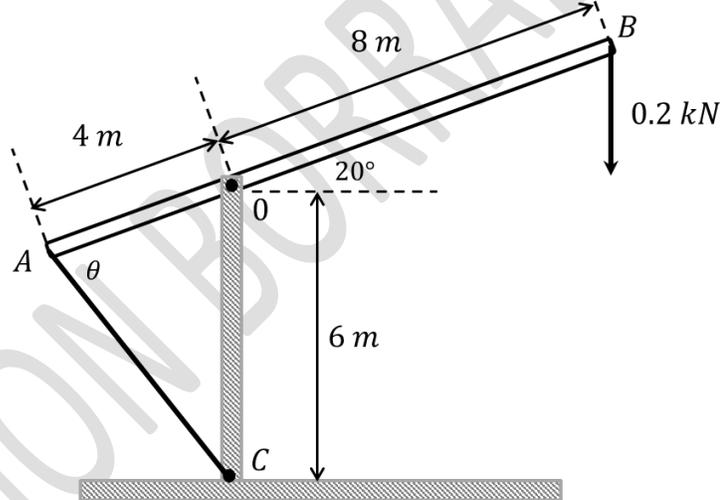

Fig. 9.1.
9.1.- Una barra homogénea de longitud 12 (m) y masa 20 (kg) tiene un pasador en el punto O y está sujeta por una cuerda AC a un poste fijo como se ilustra en la Fig. 9.1. La barra se sujeta mediante una fuerza de 0.2 (kN) por el externo B.